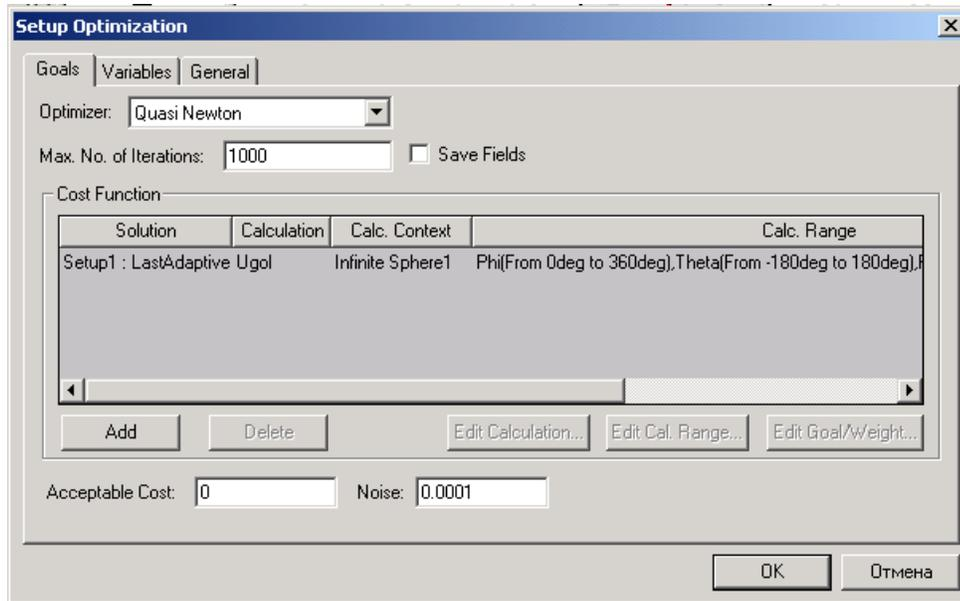

Рис. 12.13. Выбор метода оптимизации *Quasi Newton* и вида целевой функции в закладке *Goals*
2. В меню HFSS укажите **Optimetrics Analysis**, и затем нажмите **Add Optimization** . Появляется диалоговое окно **Setup Optimization** (рис. 12.13).